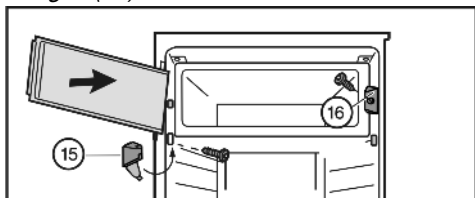

Fig. 8
- ▶ Установите запирающий элемент *Fig. 8 (16)*.
- ▶ Установите опорный кронштейн *Fig. 8 (15)* и закройте крышку.